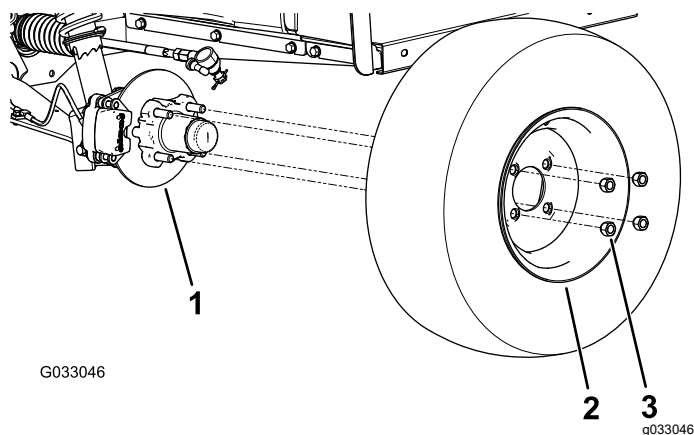

Figura 25
2. Retire as 4 porcas de rodas que prendem a roda ao cubo (Figura 25).
5. Prenda a roda ao cubo utilizando as porcas das rodas (Figura 25).
4. Alinhe os orifícios na roda com os pinos do cubo e monte a roda no cubo com a haste da válvula para fora (Figura 25).